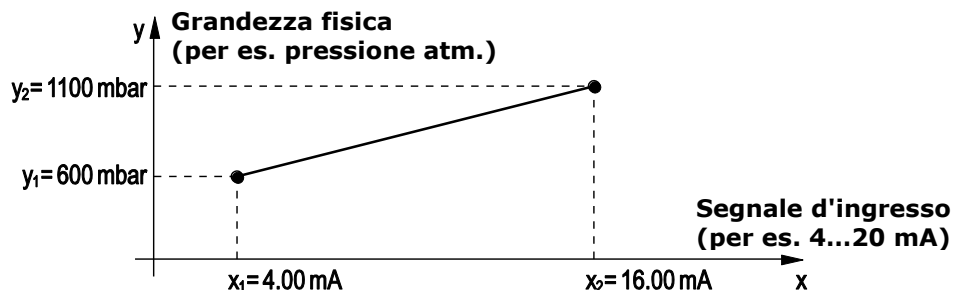

Fig. 13.6.1: esempio di associazione di una grandezza fisica al segnale acquisito
3. Impostare il valore minimo del segnale di tensione o corrente (per esempio 4 mA, punto X1 dell'esempio in Fig. 13.6.1). Impostare la prima cifra utilizzando i tasti ▲ e ▼, quindi selezionare il comando "-->" (tasto **F2**) per passare alle cifre successive (la cifra attualmente selezionata lampeggia). Per tornare a una cifra precedente, selezionare il comando "<--" (tasto **F1**). Al termine dell'impostazione di tutte le cifre, premere **OK** (tasto **F3**) per confermare il valore.
4. Impostare il valore massimo del segnale di tensione o corrente (per esempio 16 mA, punto X2 dell'esempio in Fig. 13.6.1). Impostare la prima cifra utilizzando i tasti ▲ e ▼, quindi selezionare il comando "-->" (tasto **F2**) per passare alle cifre successive (la cifra attualmente selezionata lampeggia). Per tornare a una cifra precedente, selezionare il comando "<--" (tasto **F1**). Al termine dell'impostazione di tutte le cifre, premere **OK** (tasto **F3**) per confermare il valore.
- Impostare il valore minimo della grandezza fisica da associare ai valori di tensione o corrente (per esempio 800, punto Y1 dell'esempio in Fig. 13.6.1). Impostare la prima cifra utilizzando i tasti ▲ e ▼, quindi selezionare il comando "-->" (tasto **F2**) per passare alle cifre successive (la cifra attualmente selezionata lampeggia). Per tornare a una cifra precedente, selezionare il comando "<--" (tasto **F1**). Al termine dell'impostazione di tutte le cifre, premere **OK** (tasto **F3**) per confermare il valore.
- Impostare il valore massimo della grandezza fisica da associare ai valori di tensione o corrente (per esempio 1100, punto Y2 dell'esempio in Fig. 13.6.1). Impostare la prima cifra utilizzando i tasti ▲ e ▼, quindi selezionare il comando "-->" (tasto **F2**) per passare alle cifre successive (la cifra attualmente selezionata lampeggia). Per tornare a una cifra precedente, selezionare il comando "<--" (tasto **F1**). Al termine dell'impostazione di tutte le cifre, premere **OK** (tasto **F3**) per confermare il valore.